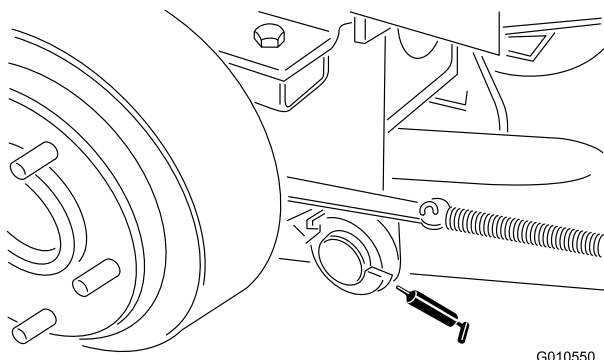

Figura 16
- Pinos de articulação do braço de elevação direito e esquerdo (Figura 16)